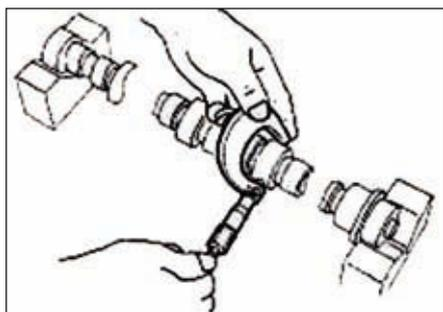

FIG.36
- Mesurer à l'aide d'un micromètre le diamètre des tourillons d'arbre à cames qui doit être compris entre 24,98 et 25,02 mm (Fig.36).